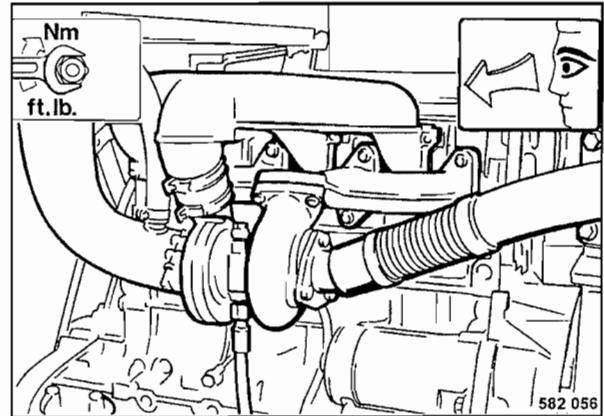

Fig. 92
- Comprobar el asiento fijo de la fijación de aspiración y de escape (Fig. 92) en las culatas.